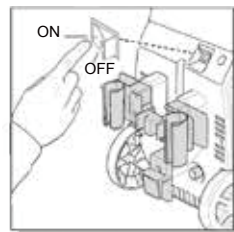

Fig. 12
- L' interrupteur marche/arrêt a les symboles internationaux pour 'ON' et 'OFF': On (--) Off (O), (Figure 12).